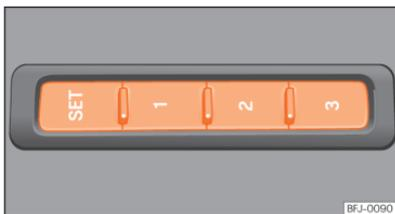

Fig. 76 No lado exterior do banco do condutor: botões de memória
- Pressione o botão **SET** durante mais de 1 segundo »» **Fig. 76**.